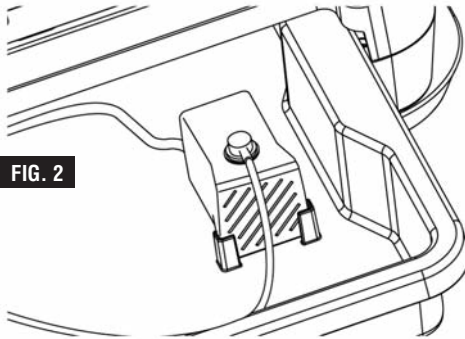

FIG. 2
1. Conecte el extremo de la manguera de agua a la salida de agua ubicada en la bomba de agua (Fig. 2).
2. Localice las lengüetas posicionadoras de la bomba de agua ubicadas en la bandeja de agua. Con la bandeja de agua colocada en su sitio debajo de la sierra, posicione la bomba de agua de la manera que se muestra en la ilustración (Fig. 2). Presione la bomba de agua hasta ubicarla en su sitio para asegurarla a la bandeja de agua con las copas de succión incluidas.